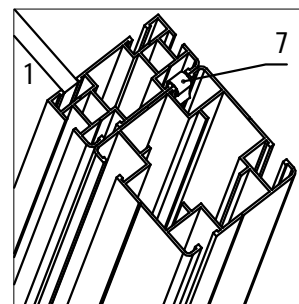

Рис. 2
1.4. Скрепить модуль (1) и стойку (3) в верхней части паза скобой пружинной (7) (Рис.2). Скобу утопить на 5-15 мм.
2.3. Скрепить модули (1) в верхней части пазов двумя скобами пружинными (7) аналогично креплению модуль (1) - стойка (3) (Рис.2).